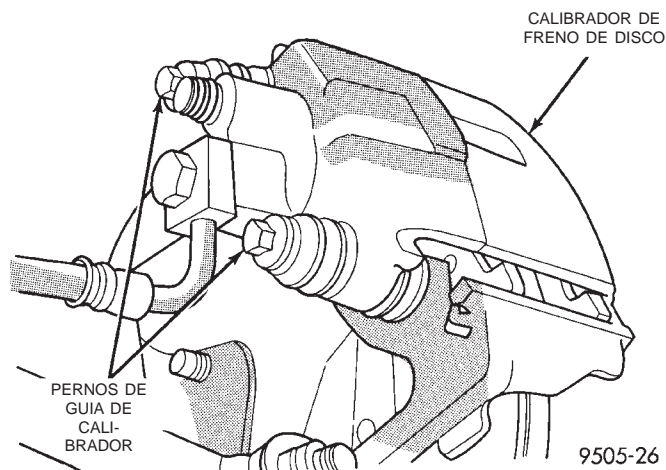

Fig. 74 Pernos del pasador guía del conjunto de calibrador
(1) Eleve el vehículo sobre gatos fijos o céntralo sobre un elevador. Consulte Elevación en la sección de Lubricación y mantenimiento de este manual.
(2) Retire del vehículo los conjuntos de ruedas y neumáticos traseros.
(3) Retire los 2 pernos que fijan el conjunto de calibrador en el pasador guía del adaptador (Fig. 74).
(8) Instale los pernos del pasador guía del conjunto de calibrador y ajústelos (Fig. 74). Apriete luego ambos pernos del pasador guía con una torsión de 22 N·m (192 libras pulgada).
(9) Instale el conjunto de rueda y neumático.
(10) Apriete las tuercas de los pernos de instalación de la rueda en la secuencia adecuada hasta que todas estén con la mitad de torsión de la especificación. Después repita la secuencia de ajuste hasta que complete la especificación total de 135 N·m. (100 libras pie).
(11) Retire los gatos fijos o baje el elevador. **Antes de mover el vehículo, bombee varias veces el pedal de freno, para asegurarse de que éste está firme.**
(12) Pruebe el vehículo en la carretera y efectúe varias paradas para desgastar cualquier material extraño presente en los frenos y asentar las pastillas de freno.